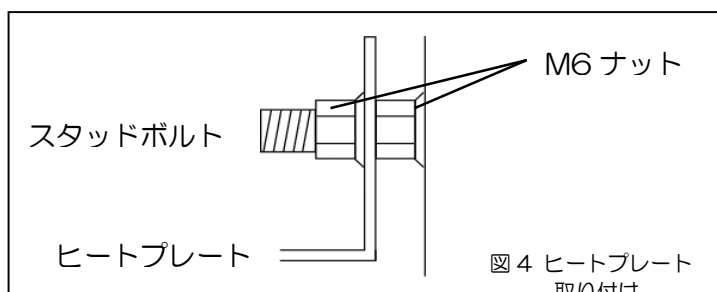

図4 ヒートプレート
- ①点線○部のクリップを一旦外します。※ヒートプレートはこのクリップを使用し、固定します。
- ②車両前方にスタッドボルトがありますので、そこへ図4に示すようにヒートプレートを取り付けます。